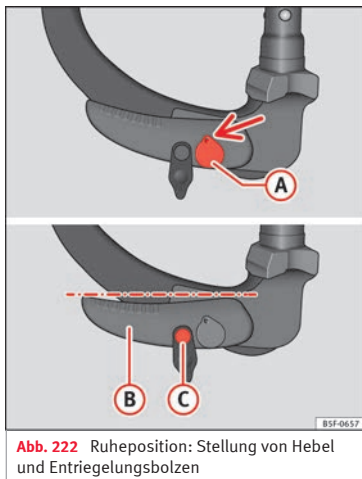

Abb. 222 Ruheposition: Stellung von Hebel und Entriegelungsbolzen
- Der Schlüssel (A) » Abb. 222 befindet sich in entriegelter Position (der gelochte Teil des Schlüssels zeigt nach oben).
- Der Hebel (B) » Abb. 222 befindet sich in der unteren Position.
- Der Entriegelungsbolzen (C) kann bewegt werden » Abb. 222.